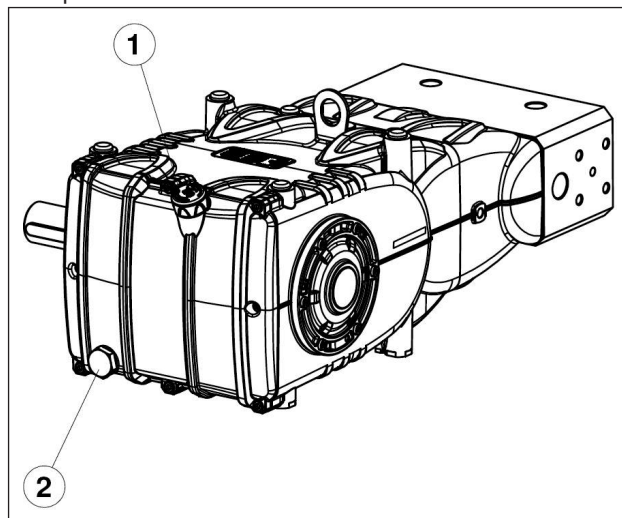

Fig. 3
A partir da haste do nível de óleo pos. ①, Fig. 3.
O controle correto do nível do óleo é realizado com a bomba em temperatura ambiente, a troca do óleo é executada com bomba em temperatura de trabalho, removendo: a haste do nível do óleo pos. ① e, em seguida, o tampão pos. ②, Fig. 3. O controle do óleo e a troca são efetuados conforme indicado na tabela da Fig. 16, capítulo 11.